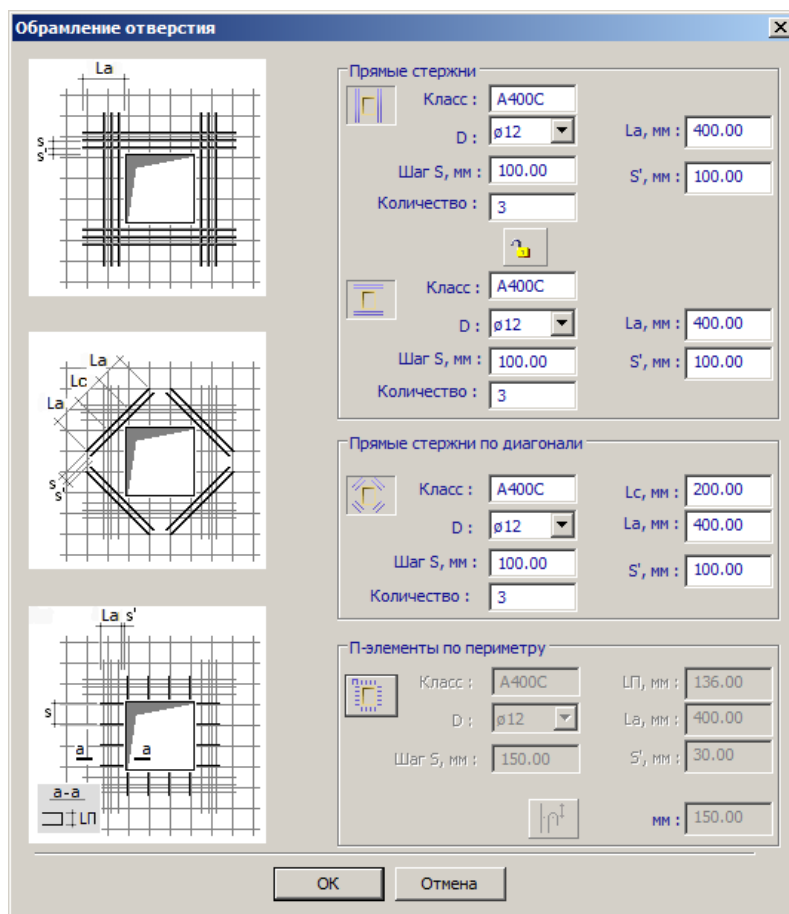

Рис.8.25. Диалоговое окно Обрамление отверстия
- В открывшемся диалоговом окне **Обрамление отверстия** (рис.8.25) введите следующие данные: